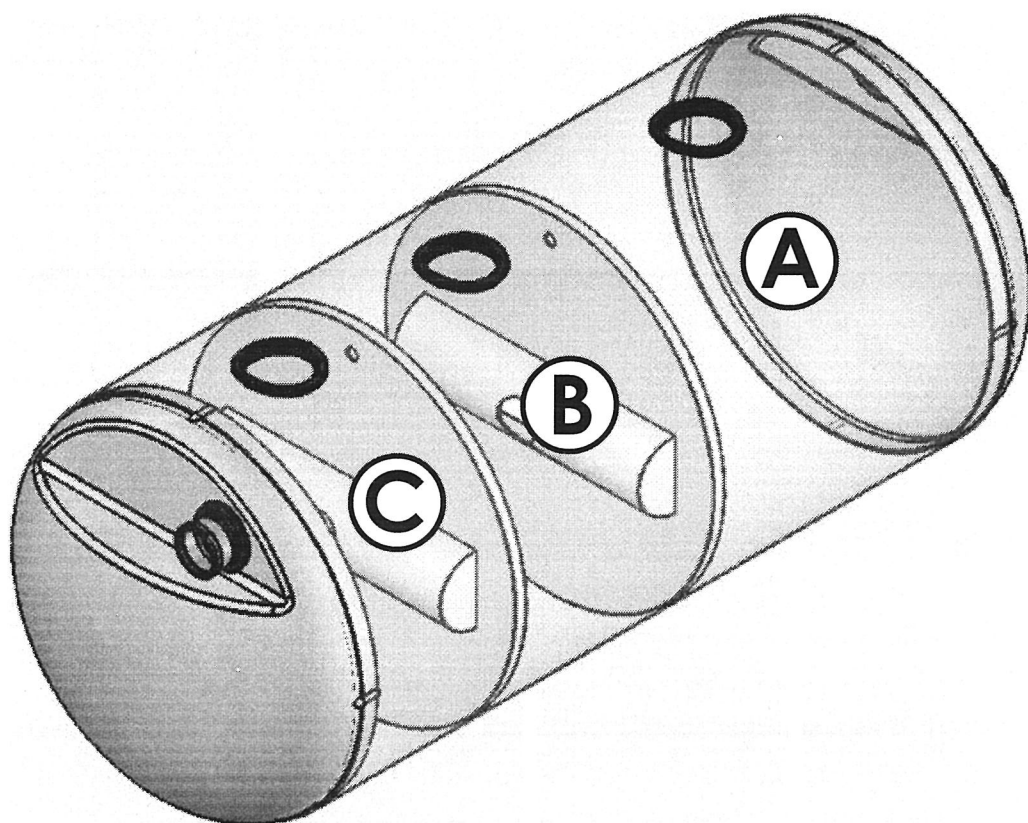

Рис. 2 Септик FloTenk - STA
Очистное сооружение «FloTenk-STA» (рис.2) комплектуется из единого трехсекционного, герметичного стеклопластикового корпуса (1).